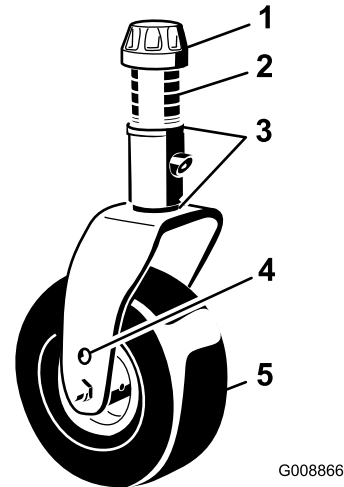
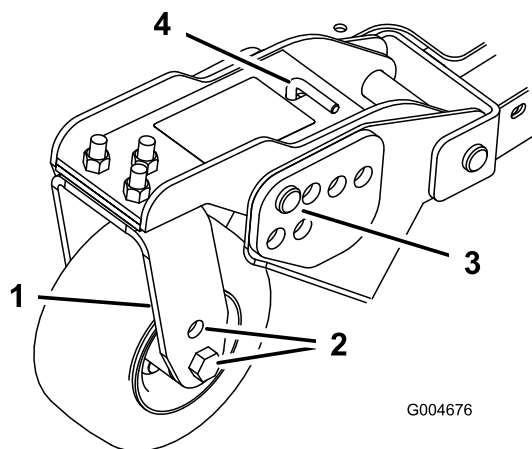
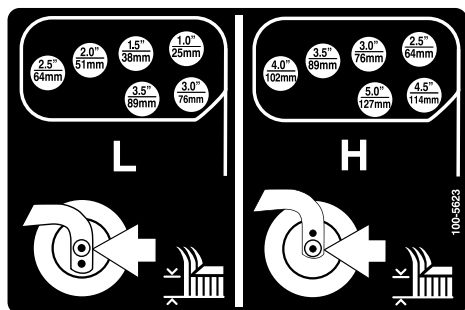

Figura 21
Figura 23
Figura 24
1. Coloque los ejes de las ruedas giratorias en el mismo taladro en todas las horquillas (Figura 21 y Figura 23). Consulte en la tabla siguiente el taladro correcto para cada altura.
2. Retire el casquillo tensor del eje (Figura 21) y deslice el eje fuera del brazo de la rueda giratoria. Coloque los dos suplementos (3 mm) en el eje de la misma forma
4. Retire el pasador de horquilla y las chavetas de los brazos de pivote de las ruedas giratorias (Figura 23).
5. Gire la varilla tensora para elevar o bajar el brazo de pivote hasta que los taladros estén alineados con los taladros seleccionados del soporte de ajuste de la altura de corte en el bastidor de la unidad de corte (Figura 23 y Figura 24).